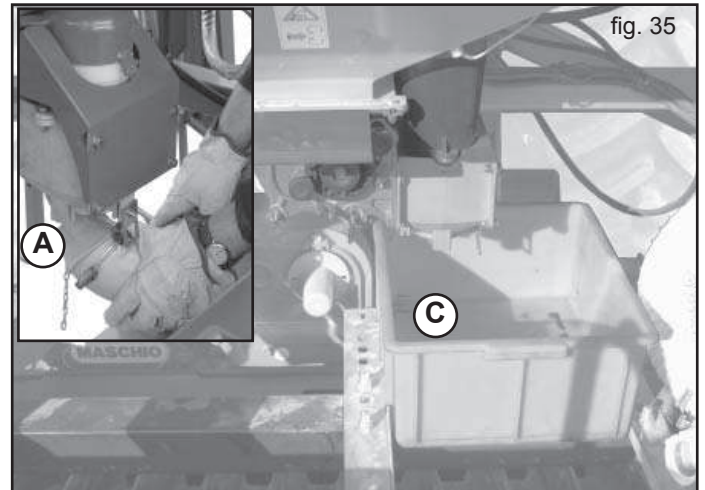

fig. 35
- 2) Den Bogen unter dem Einspritzerkanal entfernen (A, Fig. 35), durch Loosen des Schnellverschlusses ab.
- 3) Sammelbehälter anbringen (C, Fig. 35).